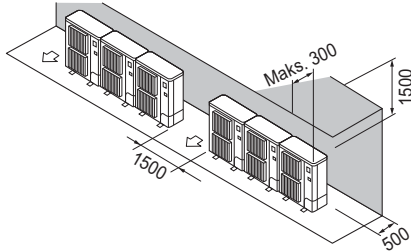

Fig. 3-12
- ② Yalnızca arkadaki ve üstteki engeller (Fig. 3-12)